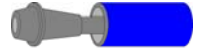
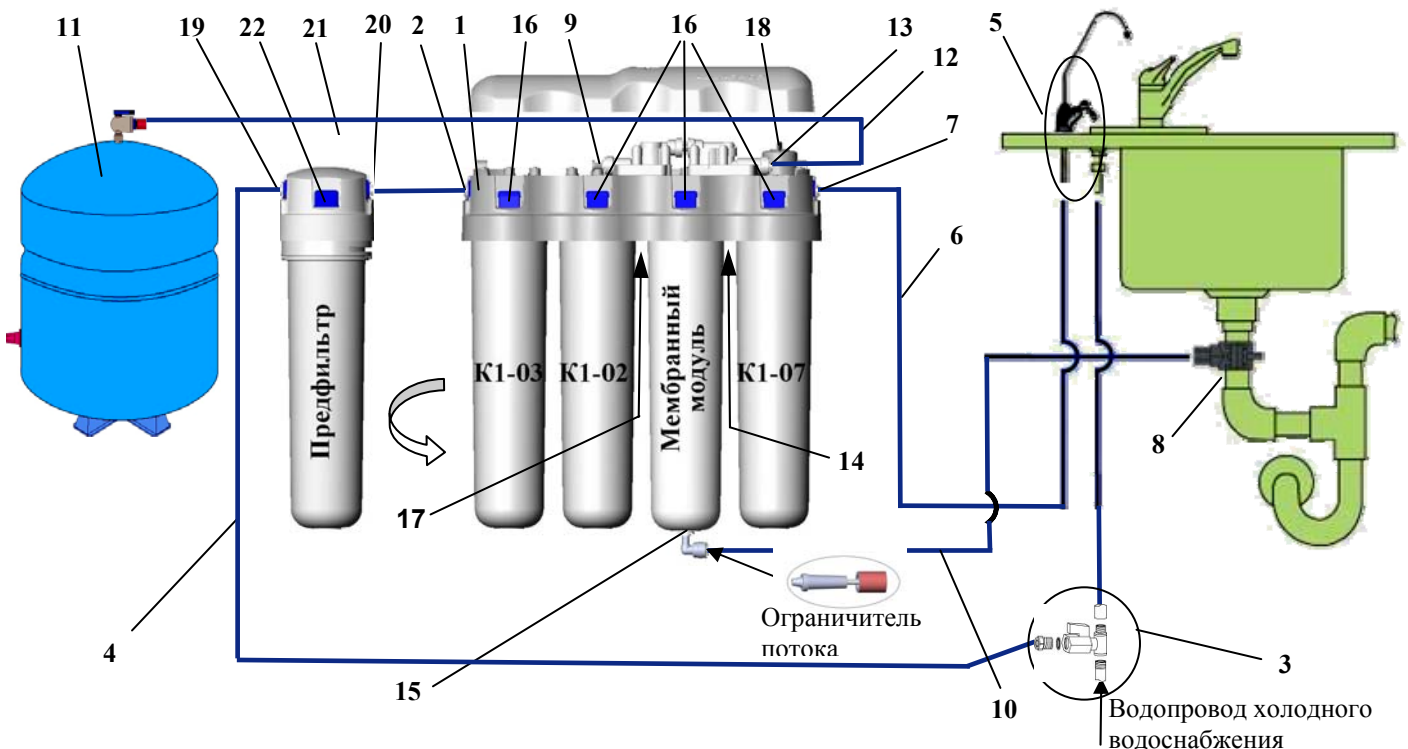
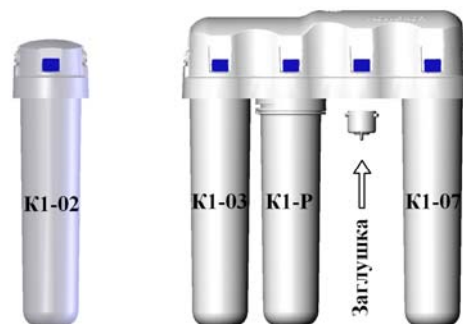

Рисунок 5
Рисунок 7
Рисунок 8
- Установите дренажную трубку (красного цвета) со встроенным ограничителем потока (рис. 5) и угольником в мембранный модуль. Угольник должен быть установлен в дренажный штуцер (15) (см. рис. 7) корпуса мембранного модуля.
Ограничитель потока должен находиться со стороны мембранного модуля (рис. 7).
Порядок установки модулей изображен на рис. 7.
Установка водоочистителя (рис. 7)
6.2. Промывка фильтрующих модулей K1-03 и K1-02 (рис.8)
- Вместо мембранного модуля устанавливается заглушка (находится под крышкой водоочистителя – см. рис.7 позиция 18). Установите модули в последовательности, указанной на рис.8: коллектор водоочистителя "Кристалл Соло" с модулем K1-02; блок водоочистителя: модуль K1-03, корпус модуля K1-P с модулем предварительной очистки 5 мкм в сборе, заглушка, модуль K1-07.
- Установите модули на свои места (см. рис. 7)
- Нажав до упора и удерживая стопорную кнопку (16) (см. рис. 7) поверните использованный фильтрующий модуль против часовой стрелки и снимите его.